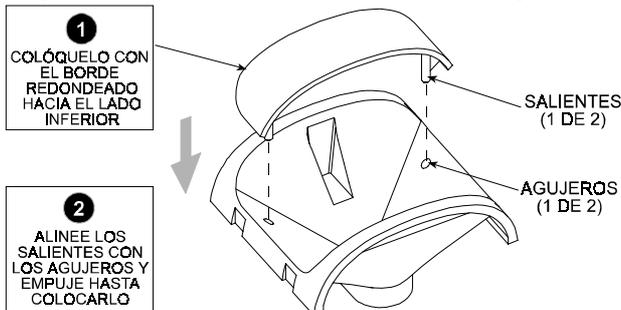

Figura 12. Colocación de la Máscara
B. Ponga la máscara plástica en su lugar dentro de la pieza que sujeta la lente a la tapa frontal, como muestra la Figura 12.